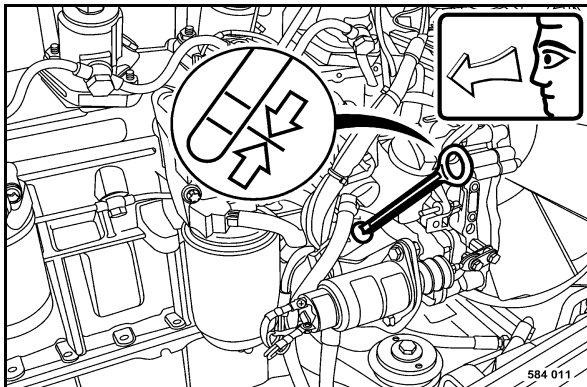

Fig. 143
- Vérifier le niveau de l'huile à la jauge (Fig. 143) après la course d'essai. Le niveau doit atteindre le repère MAX et rajouter de l'huile, si besoin.